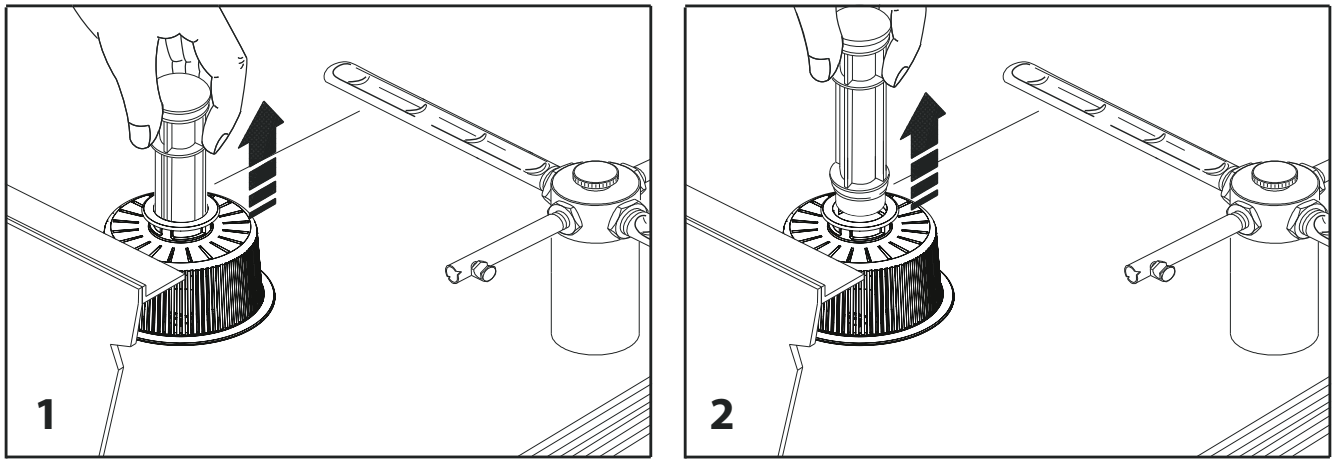

Abb. 16
2. Das Überlaufrohr abnehmen (Bild 16)
3. Wenn der Geschirrspüler mit einer Ablaspumpe ausgestattet ist muss vor dem Abschalten das Überlaufrohr abgenommen (Bild 16) und die Pumpe mit der TASTE ABLASSPUMPE in Gang gesetzt werden (siehe Abs. 4.6). • Am Ende des Abpumpens wird die Spülmaschine automatisch abgeschaltet Von der Stromversorauna trennen